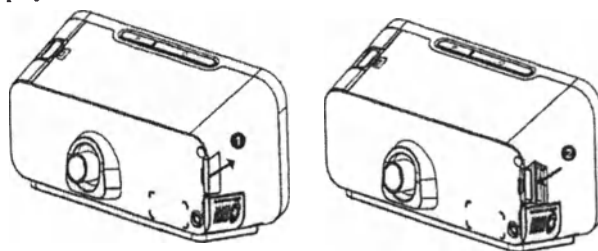

Рисунок 6.14.1 – Извлечение SD-карты
2. Нажмите на SD-карту, чтобы освободить ее. Извлеките SD-карту из устройства (рис. 6.14.1).